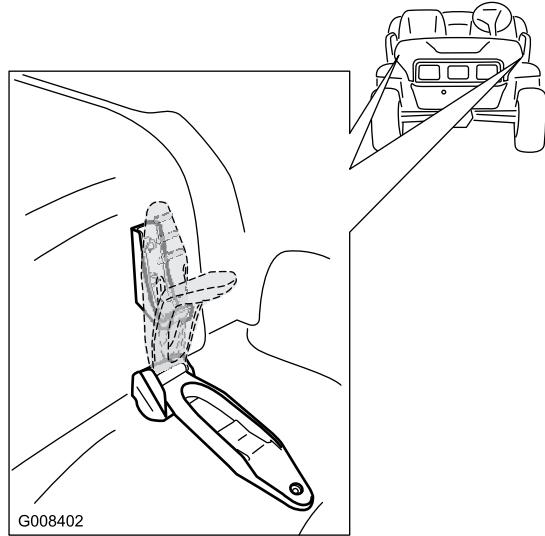

Bild 22
- Heben Sie den Hebel der Gummiriegel an jeder Seite der Motorhaube an (**Bild 22**).
- Fluchten Sie die Gummiriegel auf den Riegelankern an jeder Seite der Motorhaube aus, um die Motorhaube zu befestigen (**Bild 22**).